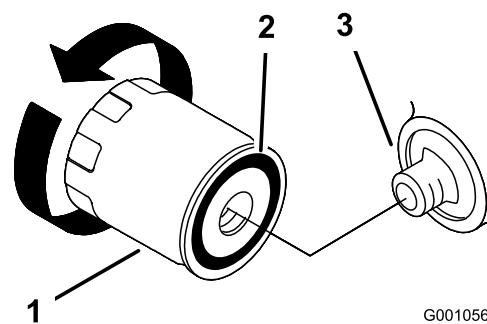

Рисунок 24
3. Нанесите тонкий слой свежего масла на резиновую прокладку нового фильтра (Рисунок 24).
4. Установите сменный масляный фильтр на переходник фильтра, поверните масляный фильтр по часовой стрелке так, чтобы резиновая прокладка вошла в контакт с переходником фильтра, после этого затяните фильтр, повернув его еще 2/3 – 1 оборот (Рисунок 24).
2. Снимите старый фильтр и протрите поверхность фильтра, которой касается прокладка (Рисунок 24).